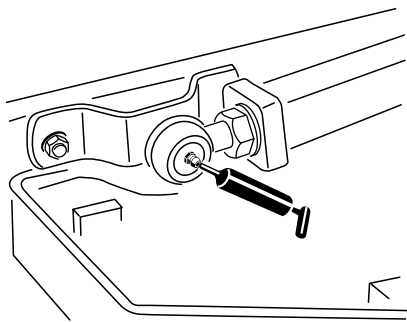

Figure 48
- 2 rotules de bras de levage (Figure 48)